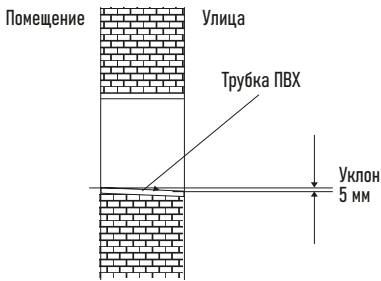

Рисунок 7
- Отрежьте трубку из ПВХ под небольшим углом длиной немного короче, чем толщина стены, и вставьте ее в отверстие (рис. 7).